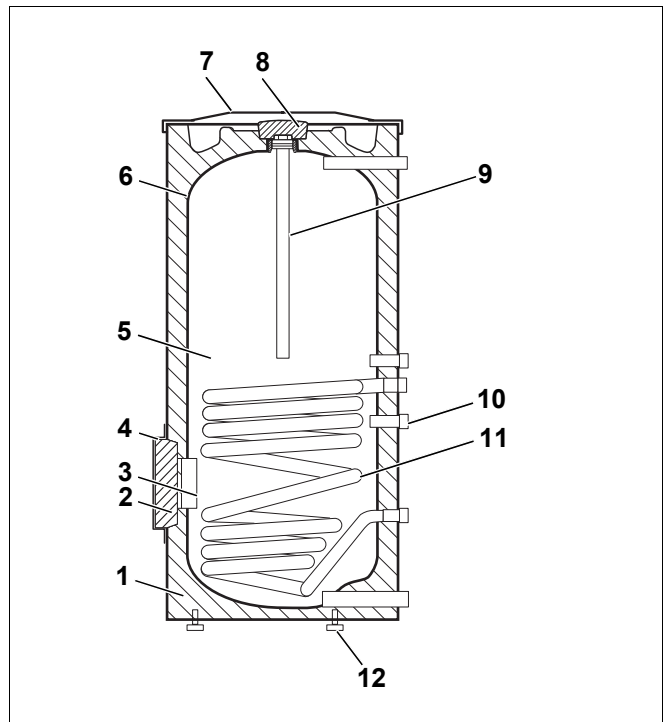

Рис. 1 Бака-водонагреватель (здесь: SU300/1)
- Бак-водонагреватель (рис. 1, **поз. 5**) с защитой от коррозии
Катодная защита от коррозии состоит из гигиенической термоглазури DUOCLEAN MKT (рис. 1, **поз. 6**) и магниевого анода (рис. 1, **поз. 9**).
- Теплоизоляция (рис. 1, **поз. 1**)
Теплоизоляция из не содержащего вредных веществ полиуретанового пенопласта нанесена непосредственно на бак. Два теплоизоляционных элемента (рис. 1, **поз. 2** и **поз. 8**) из пенопласта снижают теплопотери через люк для чистки и магниевый анод.
- Гладкотрубный теплообменник (рис. 1, **поз. 11**)
- Приварная гильза для установки температурного датчика горячей воды (рис. 1, **поз. 10**)
- Люк для чистки (рис. 1, **поз. 3**)
- Крышка бака (рис. 1, **поз. 7**)